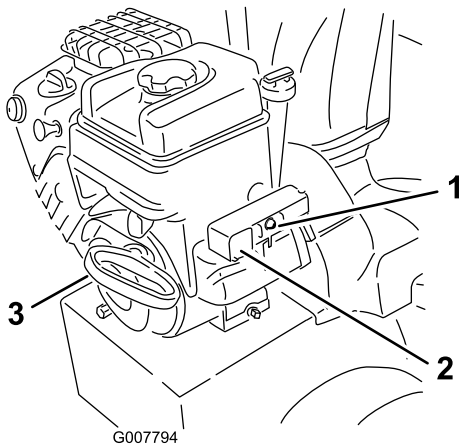

Figure 26
7. Démarrez la déneigeuse en tirant sur le lanceur ou en appuyant sur le bouton du démarreur électrique (Figure 26).